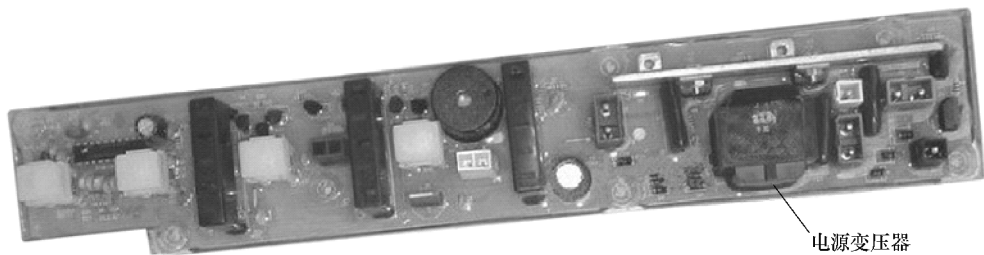

图 4-90 松下品牌 NA-710 型全自动洗衣机电脑板实物
【维修笔记】 该机电脑板实物如图 4-90 所示。其控制电路部分工作原理如下：交流 220V 电压经电源变压器 T 降压后输出 18V 交流电压，再经整流二极管 D1 ~ D4 整流，C7、C10、ZD2、D8、R28、C5 滤波稳压后输出 6V 稳定直流电压，加到 IC1（14021WFCS）的②⑥引脚，经 V11、V9、ZD1、R23、R24、D7、R22、C4 等组成的二次稳压滤波电路输出 4V 电压，加到 IC1 的⑩引脚。经 D13、V14、R43 整流稳压后输出 3.2V 直流电压，加到 IC1 的⑤引脚。